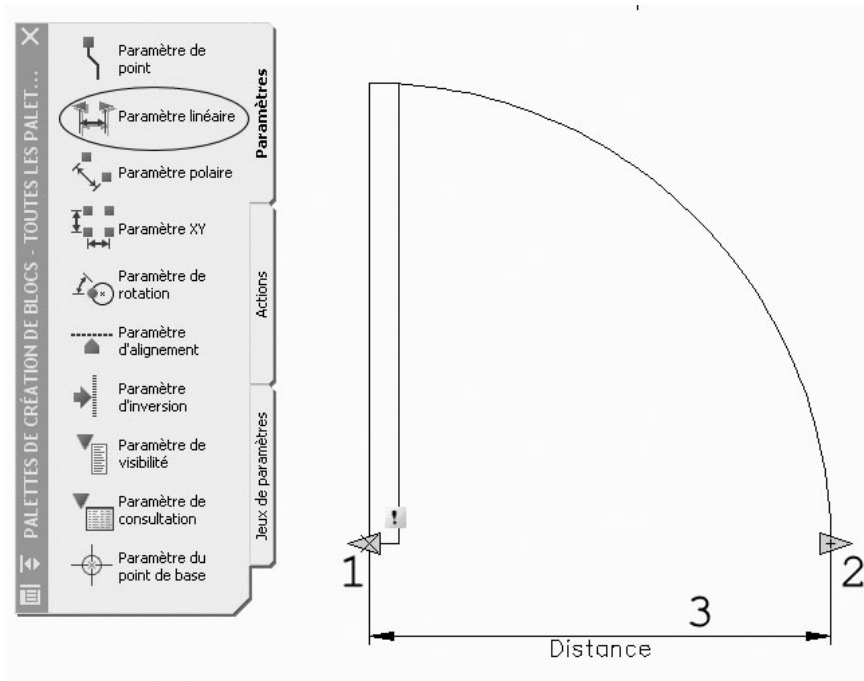

Fig.7.25
- 7 Placer ensuite le paramètre en 3 (fig.7.25). Le but de ce paramètre est de pouvoir modifier la largeur de la porte.